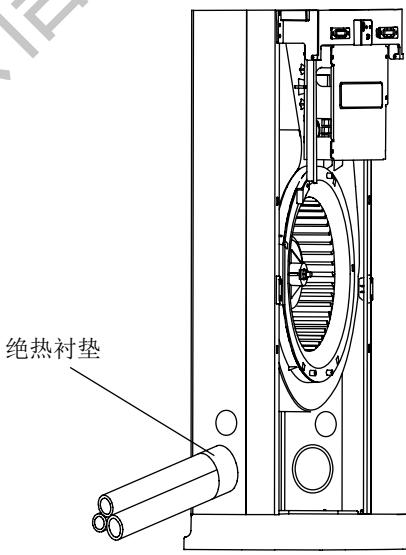

图 10
7. 管口部分用随机附带的绝热衬垫缠好，将缝隙封严并防止配管被割伤 (参考图 10)。